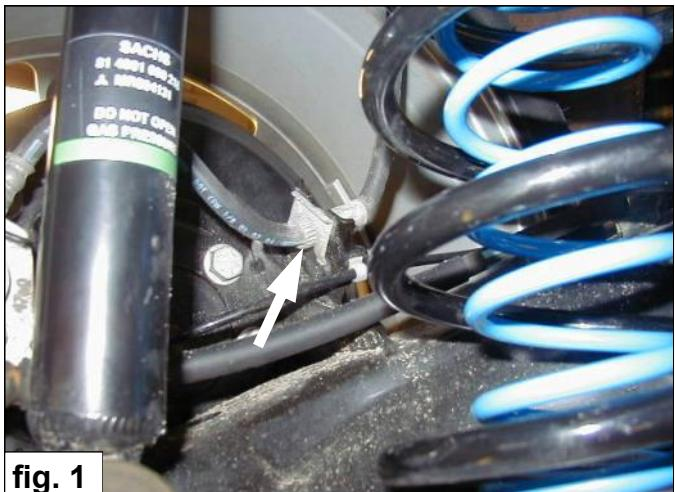

fig. 1
2. Demontieren Sie die Befestigung des Bremslauchs zu dem Achse. Siehe Fig. 1.